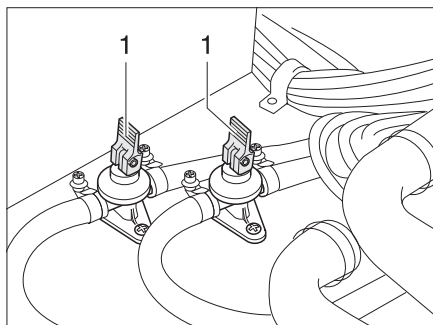

Bild 132 Avtappningskranar
- Stäng avtappningskranarna. Ställ vipparmen (Bild 132,1) i vågrätt läge.
- Öppna avtappningskranarna (Bild 132). Ställ vipparmen (Bild 132,1) i lodrätt läge. Nu töms varmvattenberedaren via avtappningskranarna (utomhus).